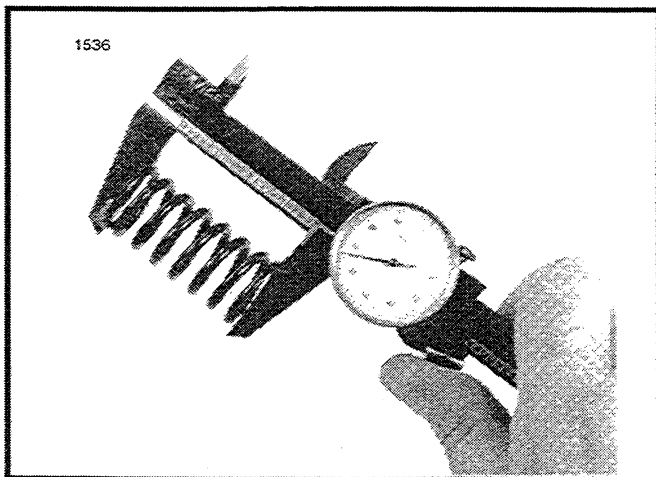

Figure 3-15. Vérification de la longueur du ressort
18. Voir Figure 3-15. Vérifiez la longueur et la compression de chaque ressort démonté. Si la longueur d'un ressort est inférieure aux spécifications, remplacez le ressort. De plus, vérifiez que la compression du ressort de soupape est bien comprise dans les tolérances préconisées dans la section des SPECIFICATIONS du moteur.